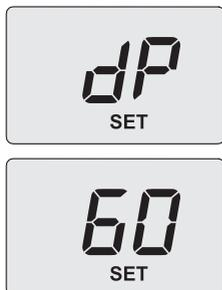

Figura 9.15
- Utilizzare i tasti 15 o 16, sul display LCD le lettere **dP** si alternano con il valore di temperatura dell'acqua di riscaldamento (es. **60**) e compare la scritta "SET", indicanti l'entrata nell'attivazione della "funzione spazzacamino" alla potenza massima in sanitario (Figura 9.15);